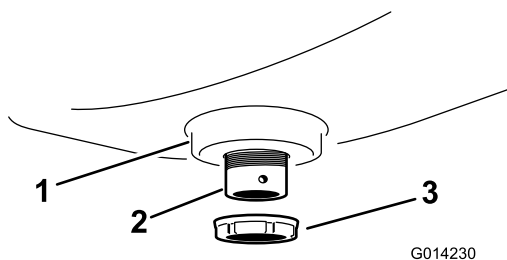

Bild 4
3. Befestigen Sie den Schott mit einer Kunststoffmutter am Spülbehälter (Bild 4).